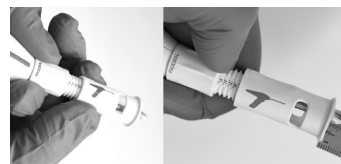

Figura 3: Ajustando o OSDS ou o DSE até que o comprimento desejado da broca seja exposto.
- **TRAVÃO DA BROCA SECUNDÁRIO OPCIONAL (OSDS):** O OSDS não está anexado à broca, mas semelhante ao travão da broca primário, é fornecido na mesma embalagem (presente apenas em modelos selecionados). Pode ser usado de maneira semelhante ao travão da broca primário ao deslizar o OSDS na broca, garantindo que toque o alojamento da broca, de modo que a palavra "PROXIMAL" esteja adjacente ao alojamento da broca (as janelas laterais são distais). O ícone da silhueta da broca (Figura 2, item VII) pode orientar a orientação correta, com a broca no ícone apontando para a ponta da broca na broca atual. O OSDS se ajusta girando base distal enquanto segura a tampa proximal. As marcações podem ser usadas para indicar a mudança na quantidade de broca exposta; uma régua separa (não fornecida com a broca, mas pode estar disponível em um kit) pode ser usado para verificar a broca exposta (Figura 3). Cuidado: as marcações de profundidade são apenas para referência. Eles não são reais indicadores de profundidade. Quando a quantidade desejada de broca é visível distalmente, estabilize o OSDS na mão não dominante e segure conforme ilustrado e descrito na Figura 4.
- **EXTENSÃO DO TRAVÃO DA BROCA (DSE):** O DSE vem empacotado como já anexado à broca (presente apenas em modelos selecionados). Para usar, deslize o DSE ao longo da broca e certifique-se de que o DSE toque o alojamento da broca; ajuste de maneira semelhante à descrita para o OSDS (Figura 3); a broca exposta desejada pode ser medida conforme detalhado para o OSDS, com o mesmo cuidado.